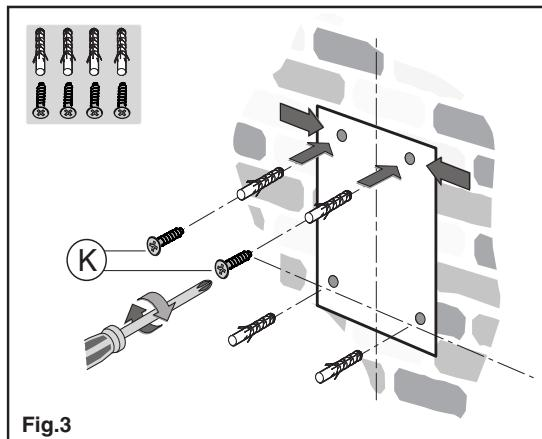

Fig.3
- Segnare ed eseguire i fori di fissaggio (fig.3).
- Fissare le **2** viti superiori **K** senza avvitarle completamente e tasselli ad espansione (fig.3).